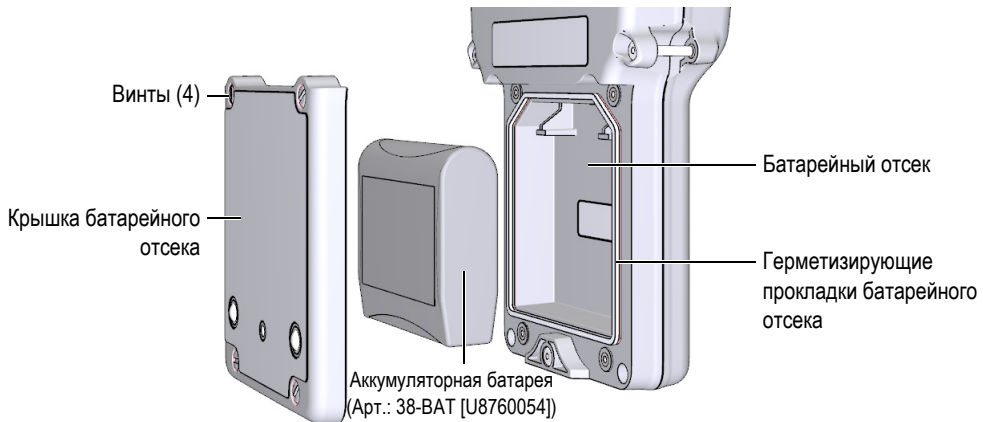

Рис. 2-4 Открытие батарейного отсека
Батарея находится в специальном отсеке на задней панели прибора 38DL PLUS (см. Рис. 2-4 на стр. 44).
6. На задней стенке прибора ослабьте винты (4), удерживающие крышку батарейного отсека (см. Рис. 2-4 на стр. 44).